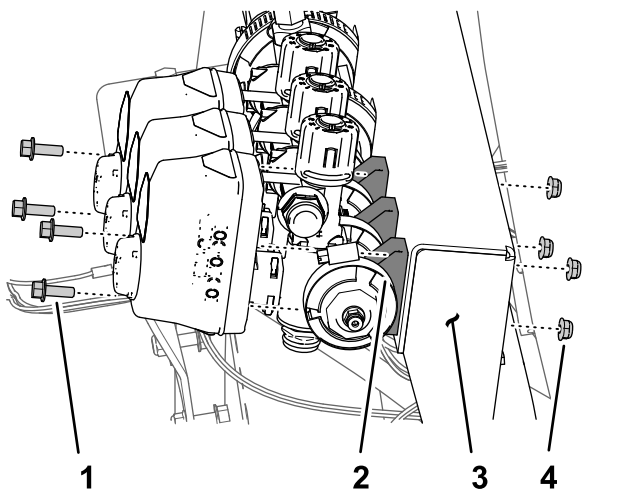

Bild 66
1. Entfernen Sie die zwei Bundkopfschrauben ($\frac{1}{4}$ " x $\frac{3}{4}$ "") und die zwei Sicherungsmuttern ($\frac{1}{4}$ ""), mit denen das linke Auslegerabschnittventil an der Verteilerbefestigung befestigt ist (Bild 66).
2. Entfernen Sie die zwei Bundkopfschrauben ($\frac{1}{4}$ " x $\frac{3}{4}$ ") und die zwei Sicherungsmuttern ($\frac{1}{4}$ "), mit denen das rechte Auslegerabschnittsventil an der Verteilerbefestigung befestigt ist (**Bild 66**).
3. Entfernen Sie die Flanschklammer (40 mm bis 64 mm) und die Dichtung (25 mm x 35 mm), mit denen der Flansch des linken Abschnittsventils am Adapter befestigt ist (**Bild 66**).